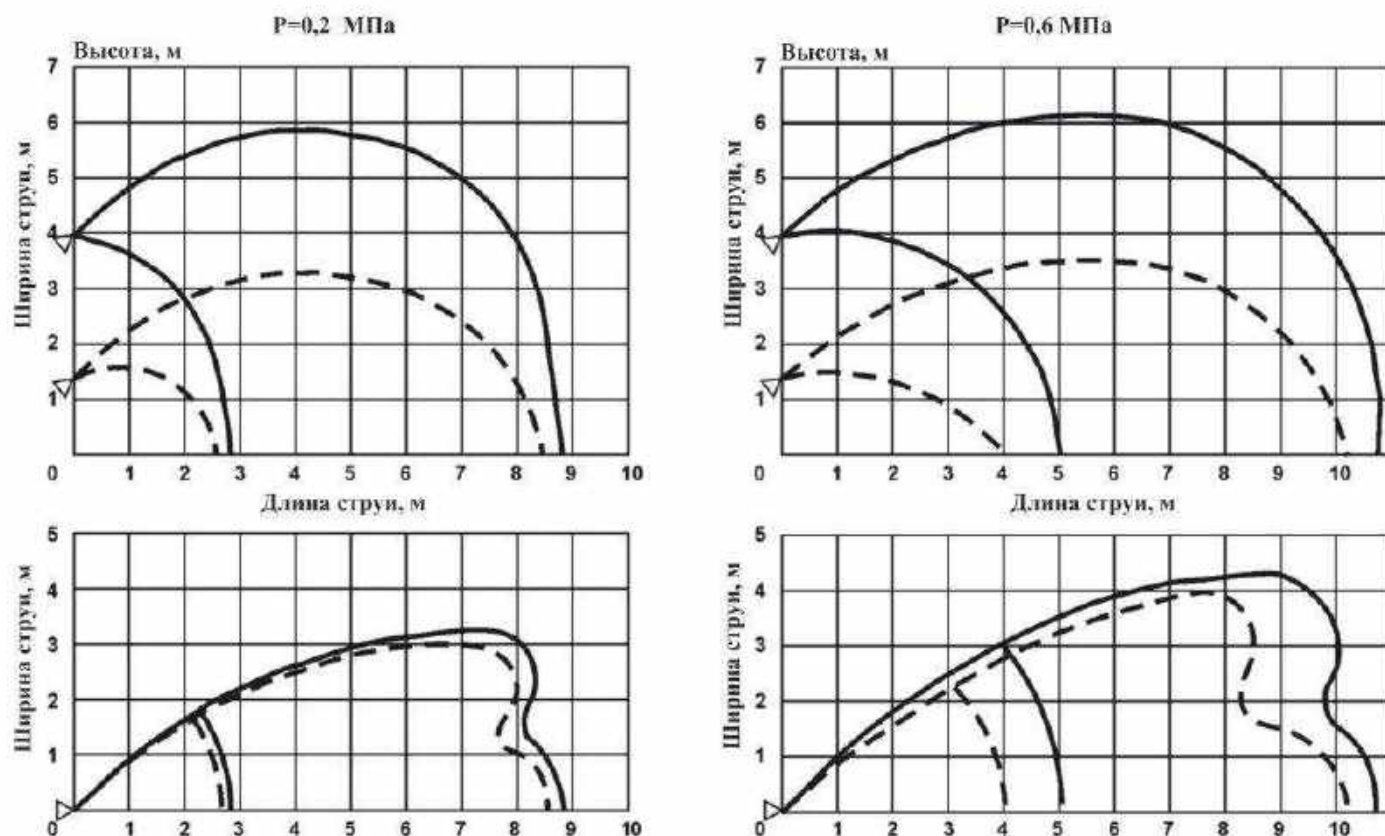

Рисунок 2 – Карты орошения
4.2 Распыление пены происходит при подаче раствора пенообразователя после срабатывания запорных органов установки пожаротушения. Четыре струи, выходящие из отверстий распылителя, соударяясь попарно, образуют плоский веер распылённого раствора пенообразователя в плоскости, перпендикулярной плоскости сходящихся струй. Распылённый поток водного раствора пенообразователя, смешиваясь с воздухом, проходя через двойную сетку, образует поток пены (рисунок 2). Пена из генератора обладает повышенной подвижностью и устойчивостью.